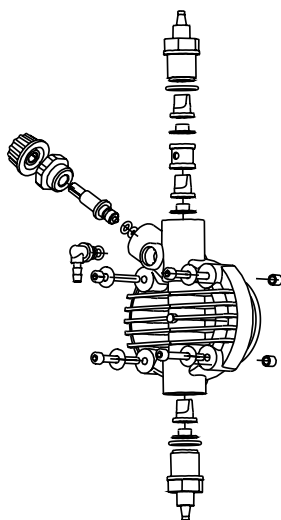

Fig. 12
2. Contrôler au moins tous les 6 mois le fonctionnement de la pompe, l'étanchéité des vis et des garnitures, pour les liquides particulièrement agressifs effectuer des contrôles plus fréquents, contrôler en particulier la concentration du réactif dans l'installation; une réduction de cette concentration pourrait être causée par l'usure des clapets (qui dans ce cas doivent être remplacées selon le fig. 12) ou par l'obstruction du filtre qui doit être nettoyé comme au point 3 qui suit.
Pour effectuer cette opération, si l'appareil n'est pas fixé à l'installation, le faire pulser la pompe pendant quelques secondes (15/30) en la tenant la tête en bas et sans les tubes reliés aux raccords, si ce n'est pas possible, démonter et remonter la tête de la pompe (fig. 12), par les quatre vis de fixation.